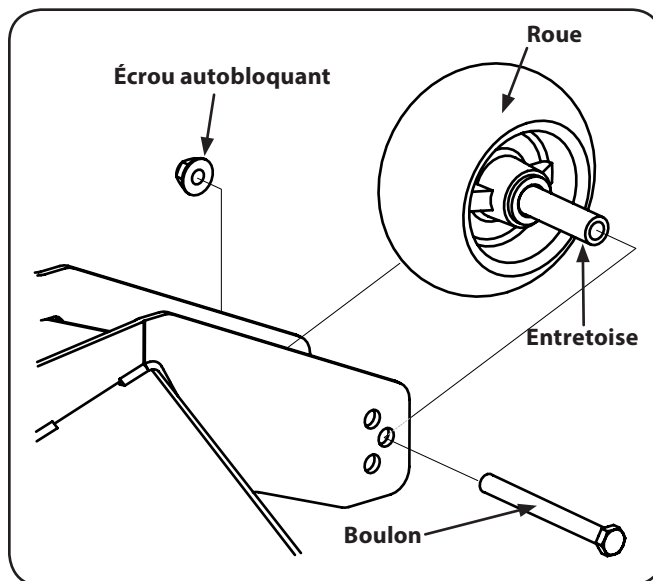

Figure 6-10
2. Retirez l'écrou autobloquant qui sert à retenir le boulon de la roue de jauge avant au plateau de coupe. Enlevez la roue de jauge, le boulon et l'entretoise. Voir Figure 6-10.